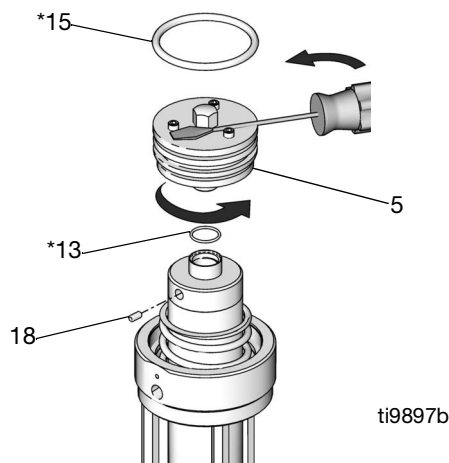

FIG. 11: Luftventil i serie A
3. **Endast luftmotorer i serie A:** Lossa låsskruven (18) och skruva av luftventilen (5). Kila fast ett skruvmejselblad mellan skruvhuvudena och sexkanthuvudet på luftventilen (5) om hjälp krävs för att vrida runt. Kassera delarna 5, 13, 15 och 18. Se FIG. 11.